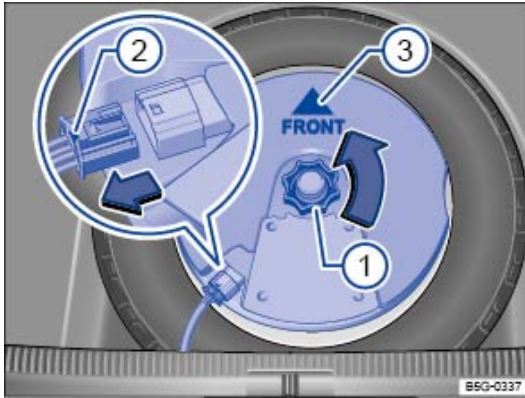

Fig. 143 Dans le coffre à bagages : dépose du subwoofer (variante 2)
- Dévissez la molette \Rightarrow Fig. 143① en la tournant dans le sens de la flèche.
- Pour déverrouiller la fiche, appuyez sur le verrouillage à l'extrémité de la fiche \Rightarrow Fig. 143②.
- Placez avec précaution le caisson de graves dans le puits de jante. Lors de cette opération, la pointe de la flèche FRONT \Rightarrow Fig. 143③ sur le subwoofer doit être orientée vers l'avant.
- Branchez la fiche jusqu'à ce que le verrouillage \Rightarrow Fig. 143② s'encliquette de manière audible.
- Tournez la molette ⇒ *Fig. 143*  de la goupille filetée dans le sens inverse de la flèche jusqu'à ce que le subwoofer soit solidement fixé.